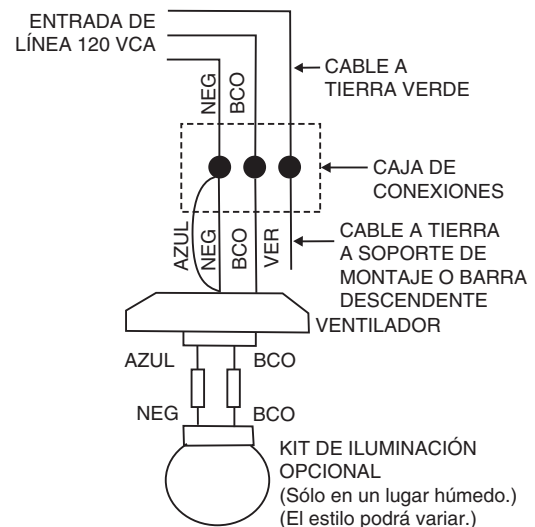

FIGURA 8
1. Conecte el cable de alimentación del ventilador (negro) y el cable de alimentación de luz (azul) al cable de alimentación de color negro de su instalación eléctrica, como se muestra en la figura 8.